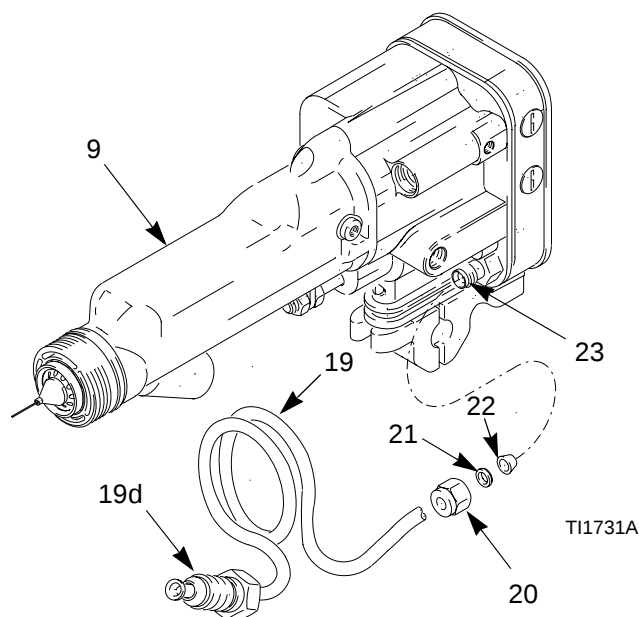

Fig. 10. HC-ombyggnadssats
1. Stäng av turbinluften (TA).
4. Ta bort låsringen (1), luftmunstycket (3) och höljet (2).
5. Se sprängskissen för modell 244589 på sidan 45. Lossa de två muttrarna (20) och ta bort vätskeröret (19) och ringarna (21, 22). Ta bort övriga delar (14, 15, 16, 17, 18) på pistolhusintaget.
6. Trä på öglorna på hc-röret (19) på pistolhuset (9).
7. Kontrollera att gängorna på huset är rena och torra. Stryk på dielektriskt fett, Graco artikelnr. 116553 på vätskeanslutningens gängor (19d) och o-ringarna. Gånga i kopplingen i husintaget. Se Fig. 10.
8. Trä på muttern (20) och ringarna (21, 22) på spiralröret (19). Sätt i röränden i kopplingen (23). Kontrollera att ringarna bottnar i kopplingen. Dra åt muttern (20).